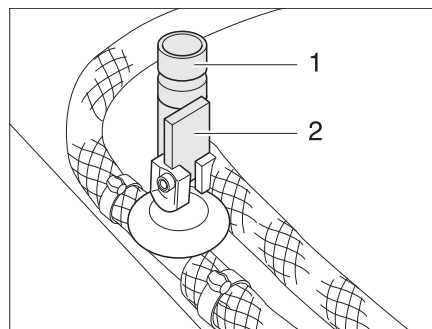

Fig. 130 Llaves de desagüe para la caldera Truma
- Cerrar todas las llaves de desagüe de la caldera. Para esto, poner el balancín (Fig. 130,2) en posición horizontal o bien girar la tapa (Fig. 130,1) en sentido de las agujas del reloj.
- Abrir todas las llaves de desagüe de la caldera. Para esto, poner el balancín (Fig. 130,2) en posición vertical o bien girar la tapa (Fig. 130,1) en sentido contrario a las agujas del reloj.